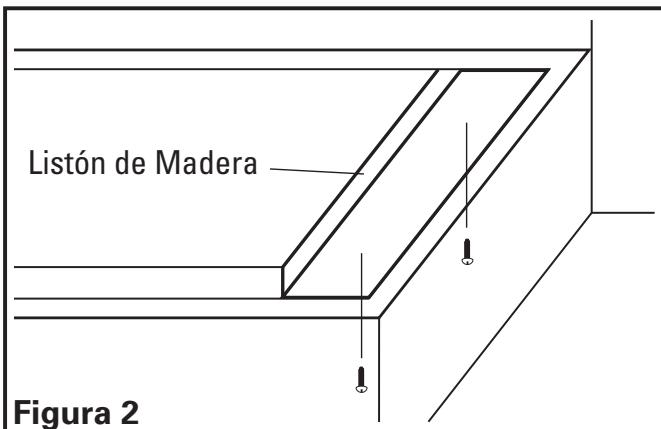

Figura 2
- Si la campana va a ser instalada debajo de gabinetes que tienen la parte inferior empotrada, será necesario instalar listones de madera (no incluidas) para que la campana pueda ser adecuadamente instalada (**Figura 2**).